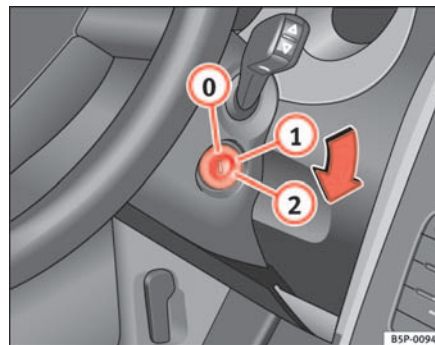

Fig. 132 Posiciones de la llave de contacto
En esta posición ⇒ fig. 132 el encendido y el motor están desconectados pudiéndose bloquear la dirección.
- Gire la llave de contacto hasta la posición ⇒ **página 170, fig. 132 ①**. El testigo  se encenderá en caso de precalentamiento del motor.
- En cuanto se apague el testigo, gire la llave de encendido a la posición **②** para poner en marcha el motor y no pise el acelerador.
- Gire la llave de contacto a la posición ⇒ página 170, fig. 132 .